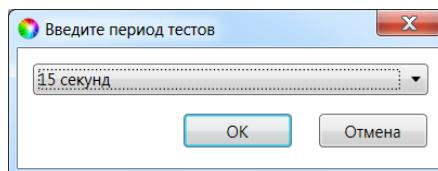

Рис. 7.8. Выбор периода опроса радиоизвещателя
- 6.3. В следующем окне укажите период опроса радиоизвещателя (рис. 7.8).